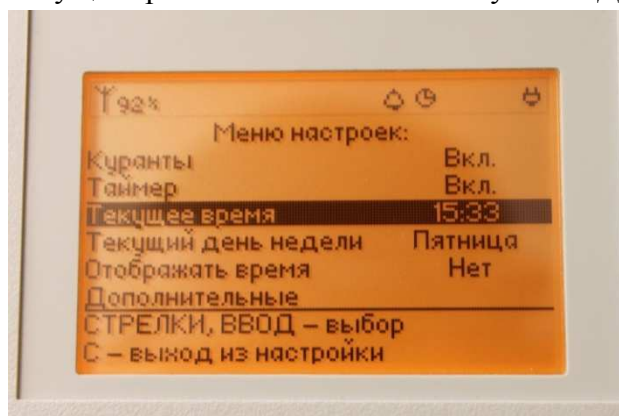

Рисунок 3.
2.4. Выберите «Текущее время» и нажмите клавишу **«ВВОД»** (рис. 3).